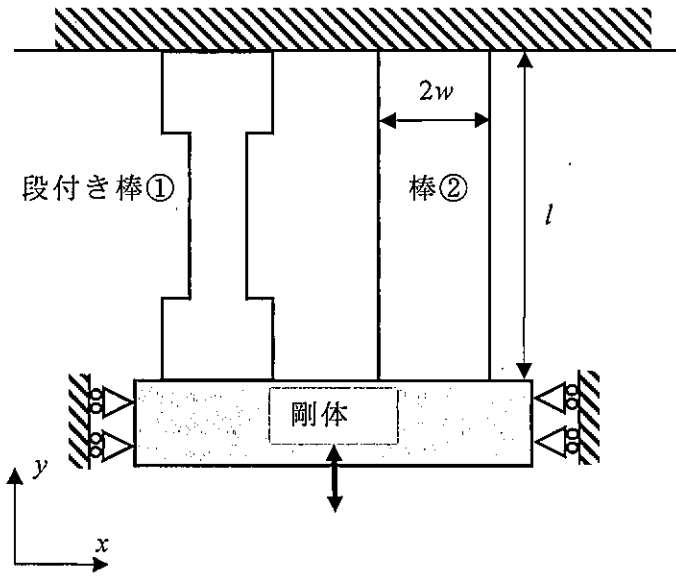

図 5-3
次に、図 5-3 のように、幅 $2w$ 、長さ l 、奥行き方向の厚さ d の棒②が、段付き棒①と剛体を介して並列につながれた系を考える。棒の上部は壁に拘束されており、剛体は y 方向にしか移動できないように拘束されている。棒②のヤング率、ポアソン比は段付き棒①と同じとする。
- (3) 剛体に鉛直下向き荷重 F を加えた時の剛体の変位を求めよ。
- (4) 図 5-3 の系において、段付き棒①の温度を $\Delta T (>0)$ 上昇させた。温度上昇による剛体の変位量を求めよ。ただし、段付き棒①の線膨張係数を $\alpha (>0)$ とする。